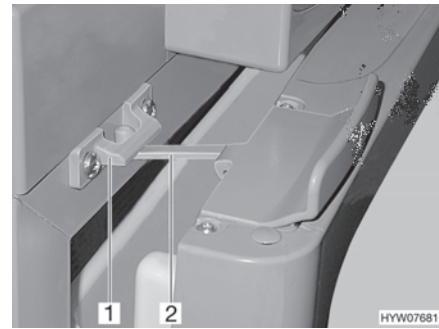

Bild 135 Kühlschrantür in Lüftungsstellung (Thetford)
- Verriegelung (Bild 135,2) aufklappen und in der Verriegelungsaufnahme (Bild 135,1) einrasten. Die Kühlschrantür bleibt damit leicht geöffnet.